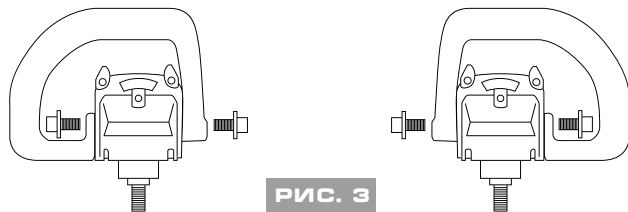

РИС. 3
Перед началом работы всегда устанавливайте на инструмент D-образную ручку (2), показанную на Рис.1. Во время работы крепко удерживайте двумя руками ручку с переключателем и D-образную ручку. Установите болты и затяните их с помощью шестигранного ключа. Кольцевая рукоятка может быть установлена, как это показано на Рис. 3, в двух разных положениях, в зависимости от того, какое из них более удобно для работы.